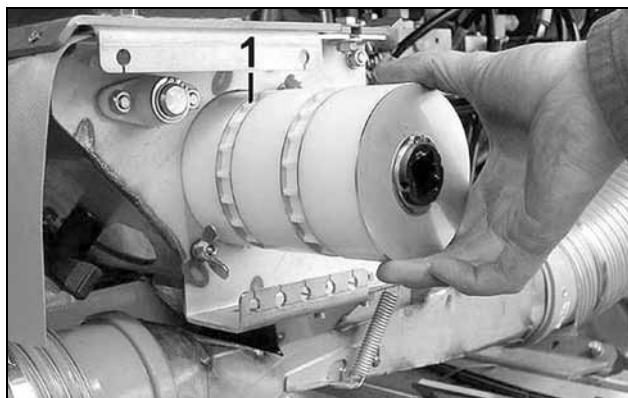

Fig. 24
- Cilindro dosatore fine (Fig. 24/1) per sementi fini.